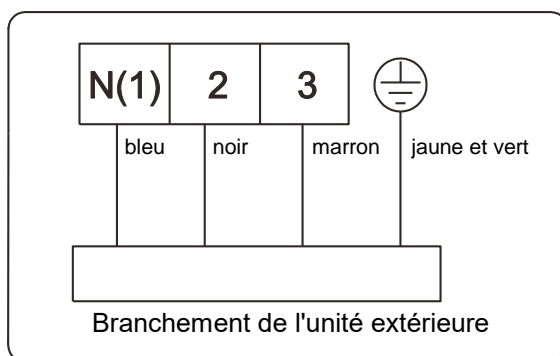

Fig. 29
- Branchez le câble de raccordement de l'unité intérieure comme indiqué dans la figure 29.